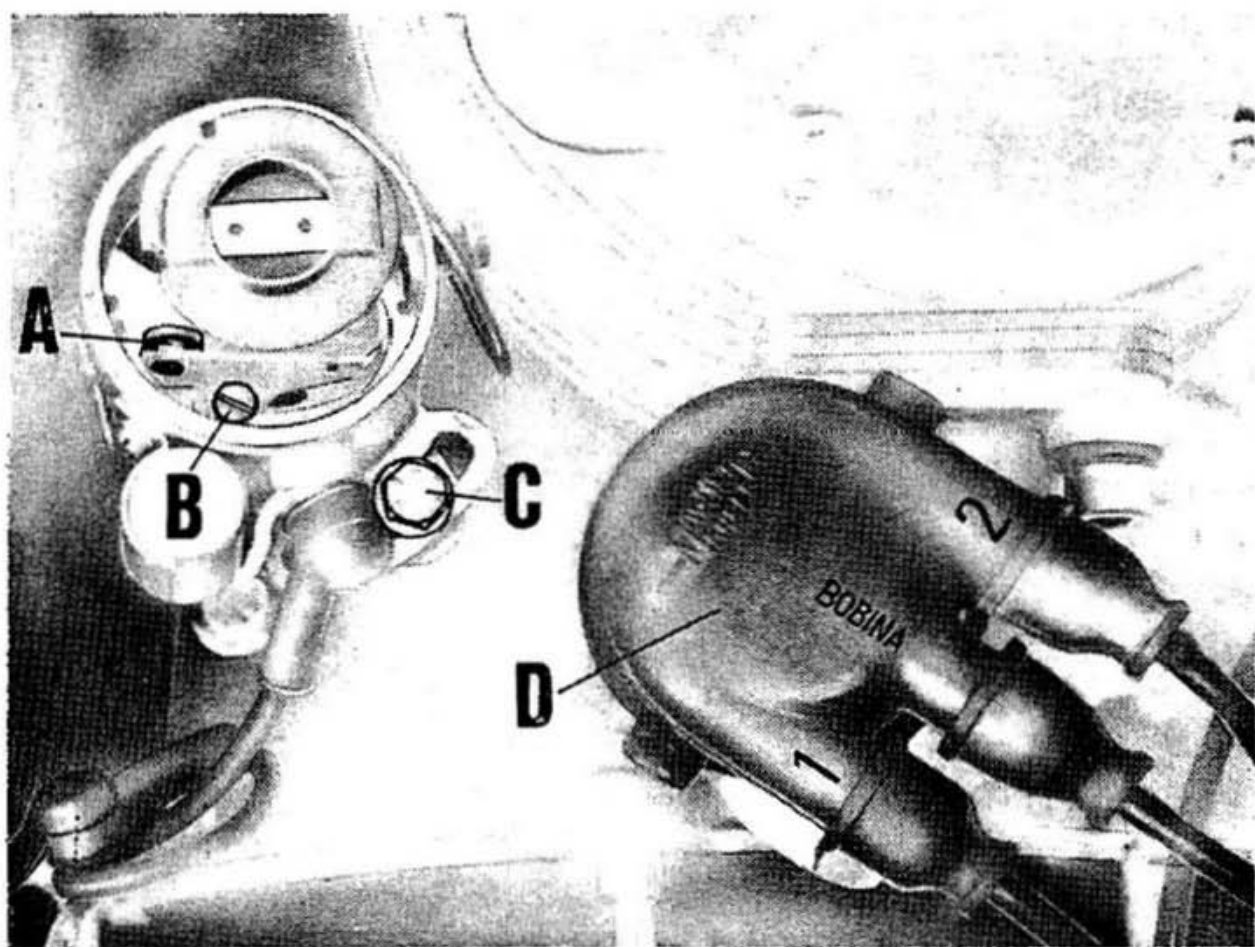

Fig. 19
### Distribuzione d'accensione (vedere fig. 19)
Ruotare la puleggia sull'albero motore per comando dynamo in modo che la cavetta (C di fig. 19/1) sulla suddetta puleggia si trovi in corrispondenza con la freccia (A di fig. 19/1) stampigliata sul coperchio distribuzione. A questo punto i contatti del distributore d'accensione devono dare inizio all'apertura. Per controllare se questo avviene al punto stabilito, adoperare apposito apparecchio elettrico; quando i contatti iniziano l'apertura, la lampada di detto apparecchio si accende. Se i contatti si aprono prima o dopo il punto stabilito, occorre allentare il bullone (C) di fig. 19 che blocca il distributore d'accensione, indi ruotarlo a destra o a sinistra affinché